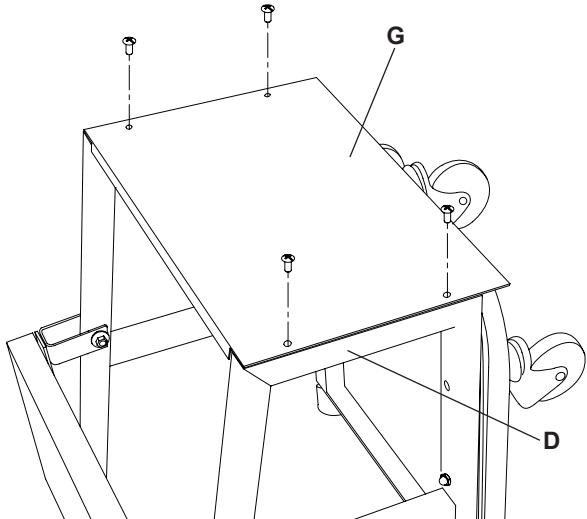

Figura 4: Fijación del taburete a los marcos laterales
- Ajuste el taburete de plataforma rodante (G) a los marcos laterales (D) con cuatro tornillos Phillips M6 x 16 (N). Asegúrese de que el plataforma rodante (G) se sientan bien entre los marcos laterales (D) (Figura 4).